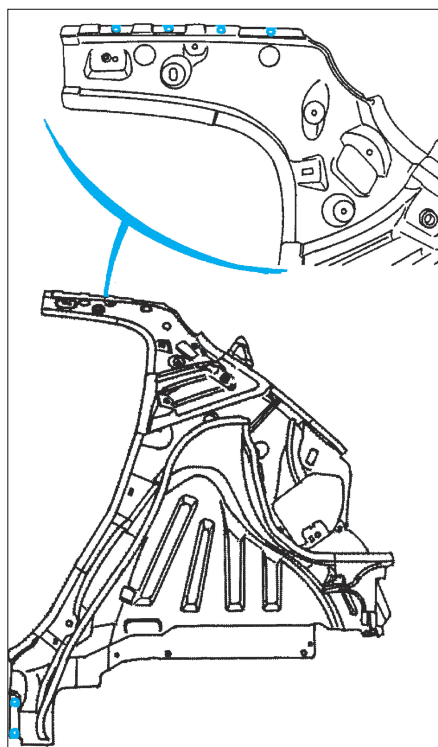

FIG. 139
- Percer des trous de Ø 6,5 mm pour soudage ultérieur par points bouchons (Fig.139).